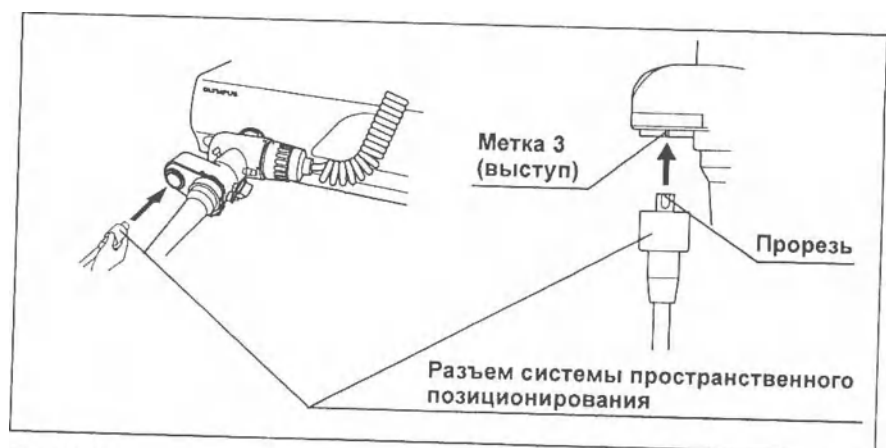

Рис. 3.21
10. Совместите прорезь на разъеме кабеля системы UPD с меткой 3 на разъеме для системы пространственного позиционирования UPD на световодном разъеме эндоскопа и вставьте разъем кабеля в разъем для системы пространственного позиционирования UPD до упора (только для модели CF-H180DL/I, см. Рис. 3.21).